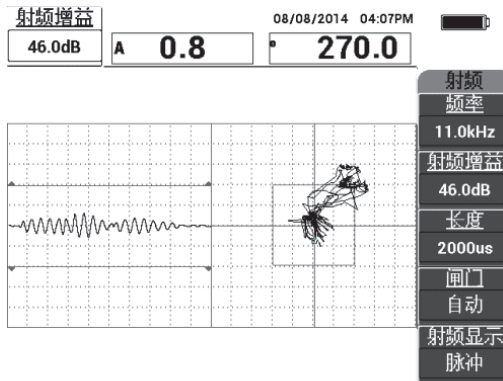

图 6-3 调整增益以得到处于一定范围内的信号
2. 将探头的尖端放置在标准试块没有缺陷的区域, 使用**增益键** ( **dB** ) 调整增益, 然后确保射频视图 ( 左侧 ) 中的信号保持在 1 到 2 个垂直分区内 ( 参见第 122 页的图 6-3 )。